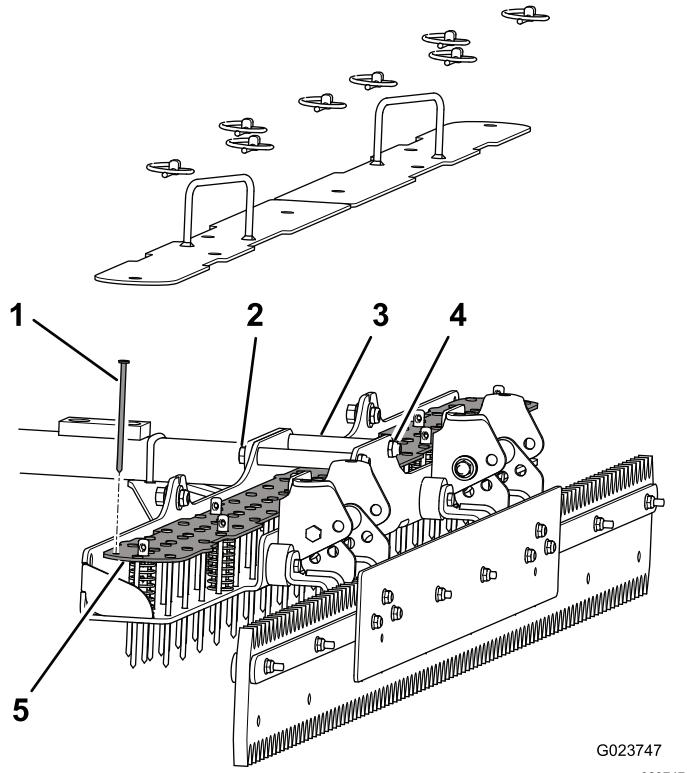

Figura 9
5. Inserite i chiodi attraverso la piastra dei chiodi e la piastra inferiore (Figura 9).